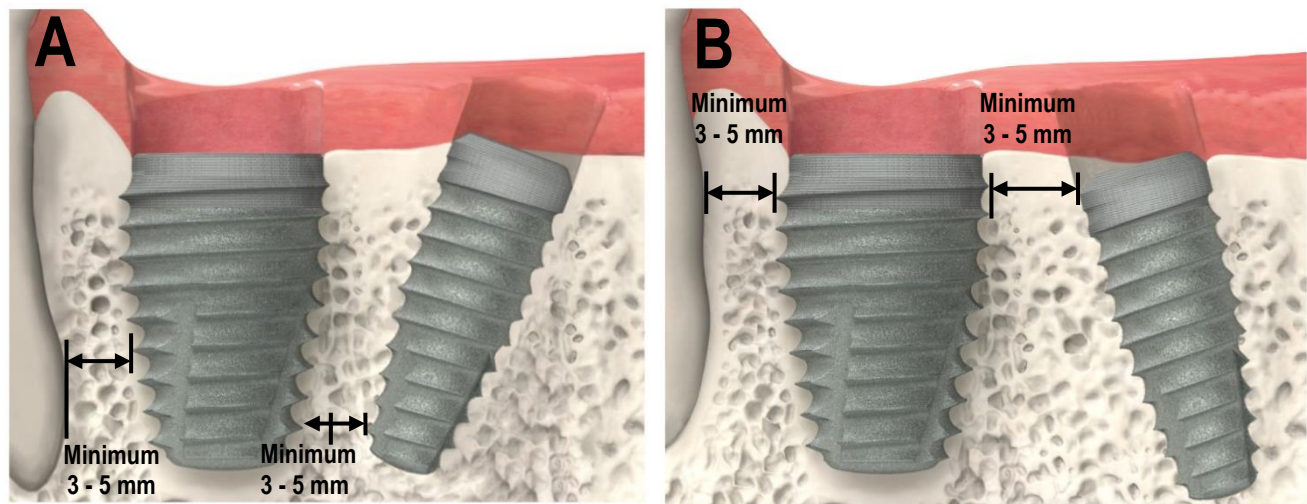

Figura 1. Avertismente și măsuri de precauție (3)
Implanturile dentare se pot rupe în funcționare din mai multe motive, inclusiv supraîncărcarea din cauza ocluziei necorespunzătoare, oboseala metalului și strângerea excesivă a implantului în timpul introducerii. Un anumit procent de implanturi poate să nu realizeze sau să mențină osteointegrarea, așa cum a fost demonstrat prin mobilitate, și trebuie îndepărtate. Cauzele posibile ale fracturii bontului protetic includ, dar nu se limitează la: turnare peste un unghi de 30 de grade, turnare titan la o temperatură de peste 2010 °F (1099 °C), suport inadecvat al implantului atunci când este atașat la dinții compromiși periodontic, fixarea necorespunzătoare a superstructurii, supraîncărcarea din cauza ocluziei necorespunzătoare, poziționare incompletă a bonturilor cimentate și îndoirea excesivă a dinților falși. Implanturile cu diametre mici, cu bonturi unghiulare sau drepte, sunt destinate regiunii anterioare a gurii și nu sunt destinate pentru regiunea posterioară a gurii, din cauza unui posibil eșec al implantului. Implanturile conice IM (1) sunt limitate la regiunea molarilor; (2) restricționate la un singur implant pe loc de extracție molară; (3) trebuie poziționate la 3-5 mm de implanturile sau dinții adiacenți, cu distanța de la mărimea apicală a implantului până la implantul adiacent sau implant la punctul de contact al dintelui trebuie să fie la 3 mm față de creasta alveolară (**Figura 1**); (4) trebuie să se afle la cel puțin 1,5 mm distanță de suprafețele alveolare bucale sau linguale pentru a permite o integrare adecvată; și, (5) sunt utilizate atunci când chirurgul a stabilit că amplasarea unui implant cu un diametru mai mic ar crește probabilitatea de eșec din cauza unei stabilități primare reduse sau de proceduri chirurgicale care să ducă la complicații.